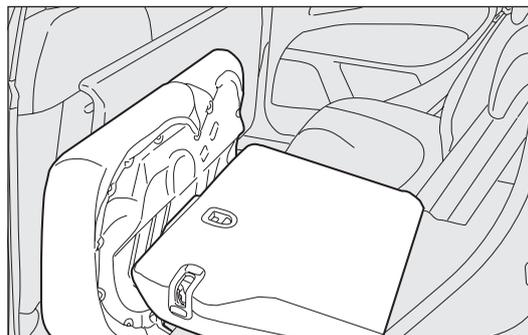

fig. 94
- renverser les coussins en avant dans le sens indiqué par la flèche fig. 94 ;